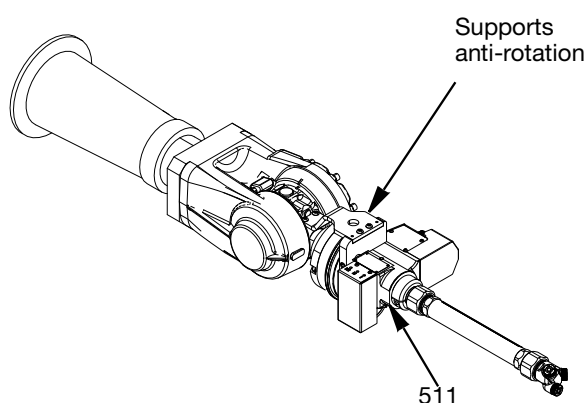

FIG. 3
Une fois le pistolet SST Switch 3D monté sur le robot, les supports anti-rotation doivent être fixés au boîtier du raccord tournant (511) et au point de fixation sur le robot à l'aide des vis à tête hexagonale. Le montage exact des supports anti-rotation dépendra du robot et du kit utilisés. Voir FIG. 3 pour un exemple d'installation et page 31 pour la référence de la pièce du boîtier pivotant.